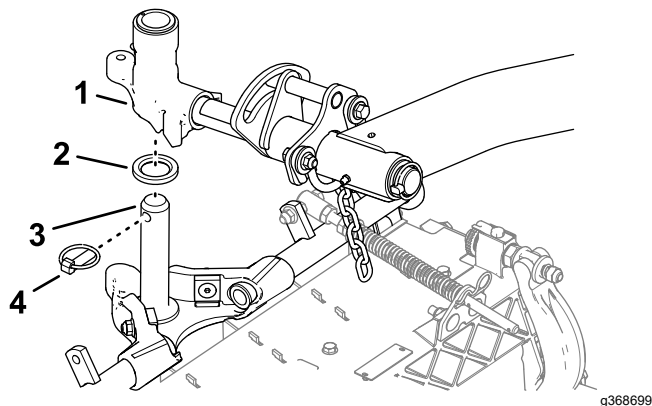

Рисунок 16
- Подведите режущий блок под подъемный рычаг (Рисунок 16).